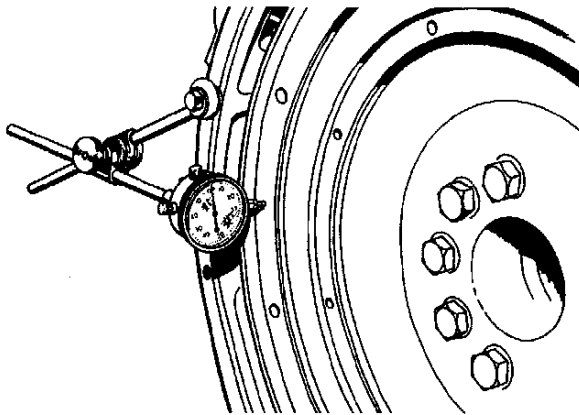

Ilustración 85
1. Vea la ilustración 85 e instale el indicador de esfera. Siempre ejerza una fuerza sobre el cigüeñal en un mismo sentido antes de leer el indicador de esfera. Esto eliminará el espacio libre de los extremos del cigüeñal.